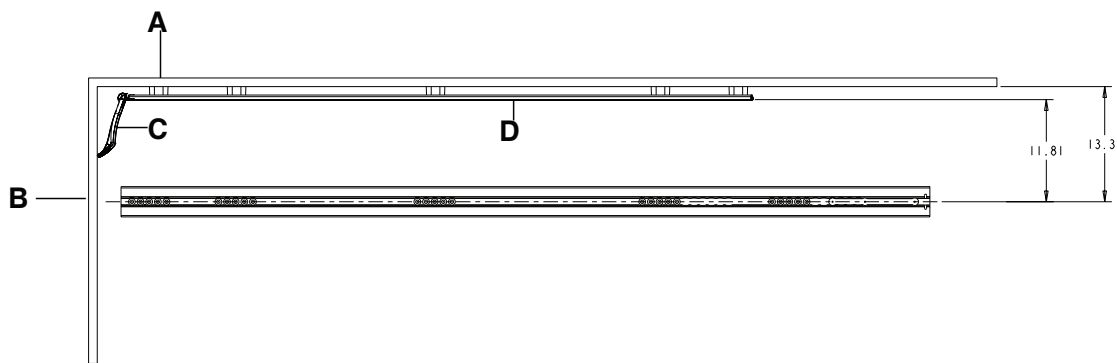
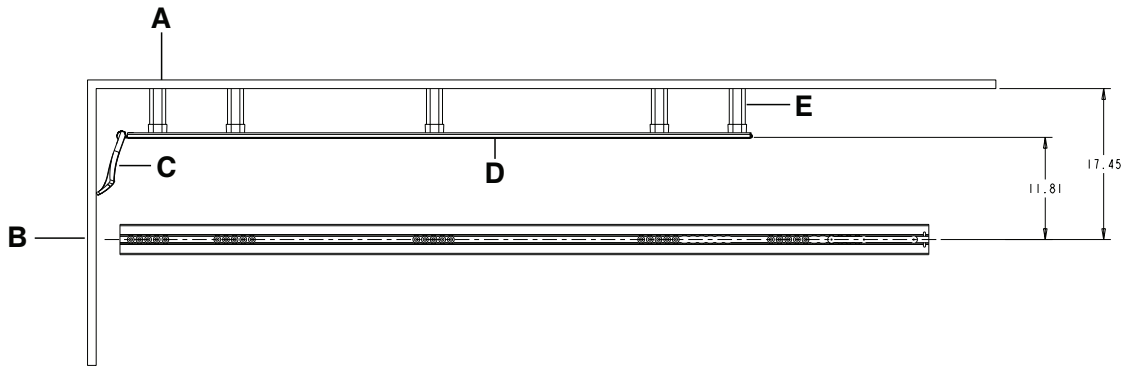

Figura 1 – Instalación de la guía para ruedas sin separadores
Figura 2 – Instalación de la guía para las ruedas con separadores
1. Con una cinta métrica, mida desde la línea central de la placa de suelo hasta la pared (armario) en el lado del conductor del compartimento para pacientes del vehículo (Figura 1 o Figura 2).
- Con una llave de 7/16 con un trinquete de 3/8 in y una llave de combinación de 7/16 in, instale los tornillos (seleccionados en el paso 11) para asegurar el raíl de la guía para las ruedas a su soporte a través del separador (6390-001-173) (D), en caso necesario y, después, a la pared del compartimento para pacientes del vehículo; consulte Figura 1o Figura 2.
- Con un destornillador de tipo Torx T25 , instale los dos tornillos de cabeza redondeada (0023-296-000) (B) para fijar el tapón de la guía para las ruedas (6390-001-178) (H) al extremo de la cabeza del raíl de la guía para las ruedas.
- Deslice el parachoques del raíl de la guía para las ruedas (6390-001-175) (F) sobre el raíl de la guía para las ruedas desde el extremo de los pies del compartimento para pacientes del vehículo hasta el extremo de la cabeza.
- Con una llave hexagonal de 5/32 in, instale los dos tornillos de cabeza plana (0001-195-000) (A) a través de la bisagra del conjunto de la guía para las ruedas (6390-001-017) (C) y el raíl de la guía para las ruedas a su rosca (6390-001-191) (J).
- Instale las dos tuercas de seguridad (0016-060-000) (M) y las cuatro cubiertas de ruedas (6390-001-206) (L) al lado derecho del paciente de la camilla que se debe usar con el conjunto de la guía para las ruedas. Consulte *Instalación de las cubiertas de las ruedas de la camilla* (página 3).